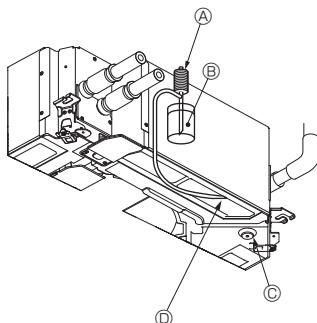

Fig. 7-6
7.4. Kontroll av dräneringen (Fig. 7-6)